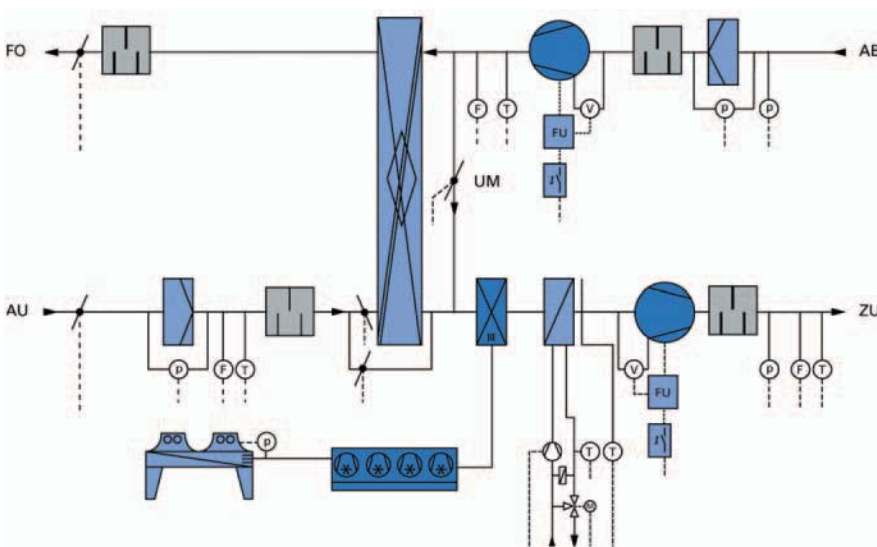

Abb. 9 RLT-Komplettgerät mit Direktkälte und außenluftgekühltem Axialkondensator
- mit außenluftgekühltem Axialkondensator (s. Abb. 9)